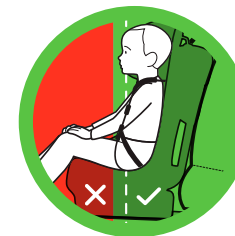

Figure 88
- La Sangle d'Entrejambe doit être dans la fente de la Sangle d'Entrejambe située au niveau ou en arrière – et le plus près possible de l'avant – de l'entrejambe de l'enfant, tel qu'illustré dans la **Figure 88**.